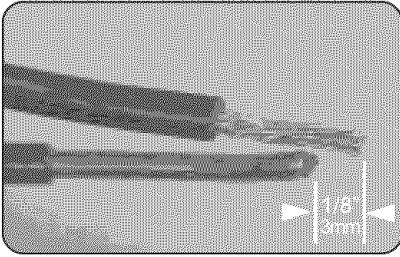

Figure 28/illus. 28
- Extend the dishwasher's stranded wires $1/8"$ (3mm) beyond the power supply cable's solid wires, as shown in Figure 28.
- Étirer les fils du lave-vaisselle de 1/8 po (3mm) loin des fils solides du câble d'alimentation, comme à la figure 28.
- Extienda los cables de conductores trenzados en la lavadora que miden 1/8" (3 mm) fuera del cable de alimentación eléctrica con conductores sólidos (o enterizos), como muestra la Ilustración 28.